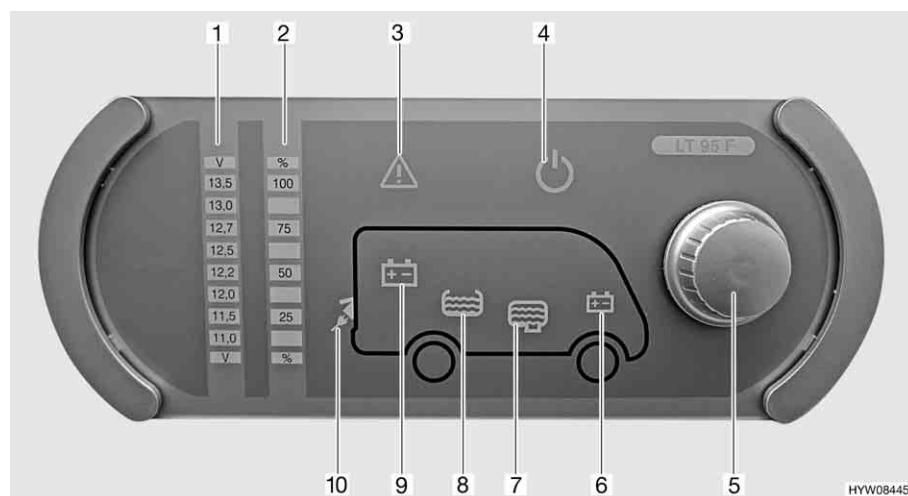

Fig. 84 Pannello di controllo (LT 95)
Il pulsante a rotazione (Fig. 84,5) inserisce o disinserisce il pannello di controllo e l'alimentazione a 12 V dell'abitacolo.
- Premere il pulsante a rotazione (Fig. 84,5): L'alimentazione a 12 V dell'abitacolo è inserita. La spia di controllo a 12 V (Fig. 84,4) diventa verde.
- Premere il pulsante a rotazione (Fig. 84,5): L'alimentazione a 12 V dell'abitacolo è disinserita. La spia di controllo a 12 V (Fig. 84,4) si spegne.
Mediante il pulsante a rotazione (Fig. 84,5) si possono interrogare sia la tensione della batteria dell'abitacolo che la tensione della batteria di avviamento. La tensione viene visualizzata sulla scala indicatore per la tensione della batteria (Fig. 84,1).
- Ruotare il pulsante a rotazione (Fig. 84,5), finché si accende il simbolo della batteria della quale deve essere interrogata la tensione.
Viene indicata la tensione della batteria dell'abitacolo (Fig. 84,9)
Viene indicata la tensione della batteria di avviamento (Fig. 84,6)
- Leggere la tensione sulla scala indicatore della tensione della batteria (Fig. 84,1).
Mediante il pulsante a rotazione (Fig. 84,5) si possono interrogare sia il livello del serbatoio dell'acqua che il livello del serbatoio delle acque grigie. Il livello viene visualizzato sulla scala indicatore livello dei serbatoi (Fig. 84,2).
- Ruotare il pulsante a rotazione (Fig. 84,5), finché si accende il simbolo del serbatoio del quale deve essere interrogato il livello.
Viene indicato il livello del serbatoio dell'acqua (Fig. 84,8)
Viene indicato il livello del serbatoio delle acque grigie (Fig. 84,7)
- Leggere il livello sulla scala indicatore del livello serbatoio (Fig. 84,2).
La spia luminosa Alarm (Fig. 84,3) lampeggia non appena i valori limite fissati vengono superati per eccesso o per difetto.
**Allarme batteria** La spia luminosa Alarm (Fig. 84,3) lampeggia non appena la tensione della batteria scende al di sotto di 11 V. Se l'alimentazione a 12 V è accesa, si accende anche il relativo simbolo della batteria (Fig. 84,6 o 9), e l'indicatore "11,0" sulla scala indicatore della tensione della batteria (Fig. 84,1) lampeggia. Rischio di uno scaricamento totale della batteria.
**Allarme serbatoio** La spia luminosa Alarm (Fig. 84,3) lampeggia ed il relativo simbolo del serbatoio (Fig. 84,7 o 8) si accende non appena il serbatoio dell'acqua è vuoto o il serbatoio delle acque grigie è pieno.
La spia di controllo a 230 V (Fig. 84,10) si accende quando all'ingresso della centralina elettrica è presente una tensione di rete.